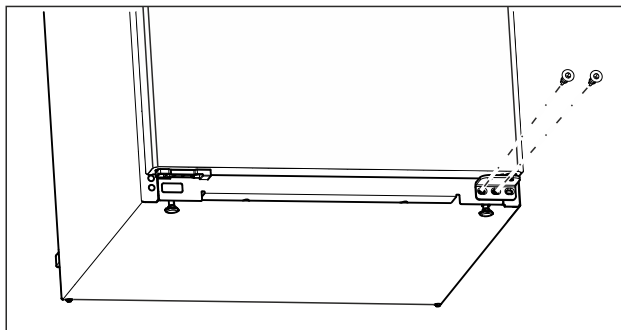

Fig. 7
- Skruva ur den mellersta skruven på undre lagerbocken med skruvmejsel Torx 20. (se Fig. 7)
- Skruva ur den invändiga skruven på undre lagerbocken med skruvmejsel Torx 20. (se Fig. 7)